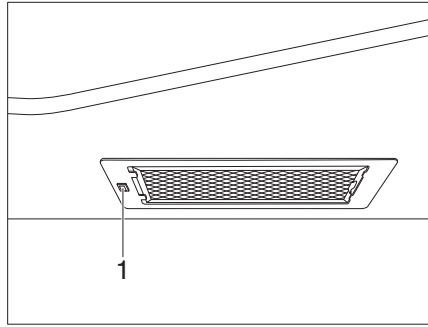

Bild 265 Dunstabzug
- Den Dunstabzug mit dem Schalter (Bild 265,1) ein- und ausschalten.